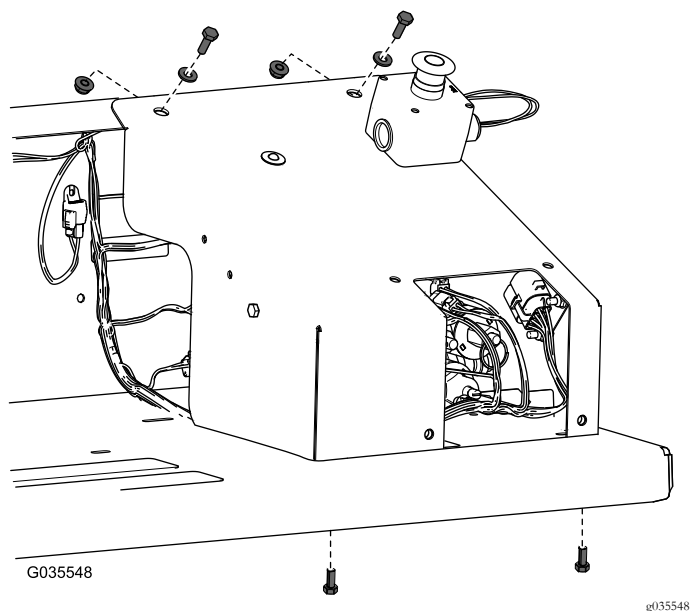

图20
- 用适当的螺栓、垫圈和螺母将盖子固定到挡泥板罩上 图20。